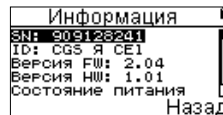

Рисунок 9
6.3.4 В пункте **Информация** (рисунок 9) можно посмотреть серийный номер прибора, идентификатор прибора, версии прошивок, оценить состояние батареи питания и уровень включенной подсветки.